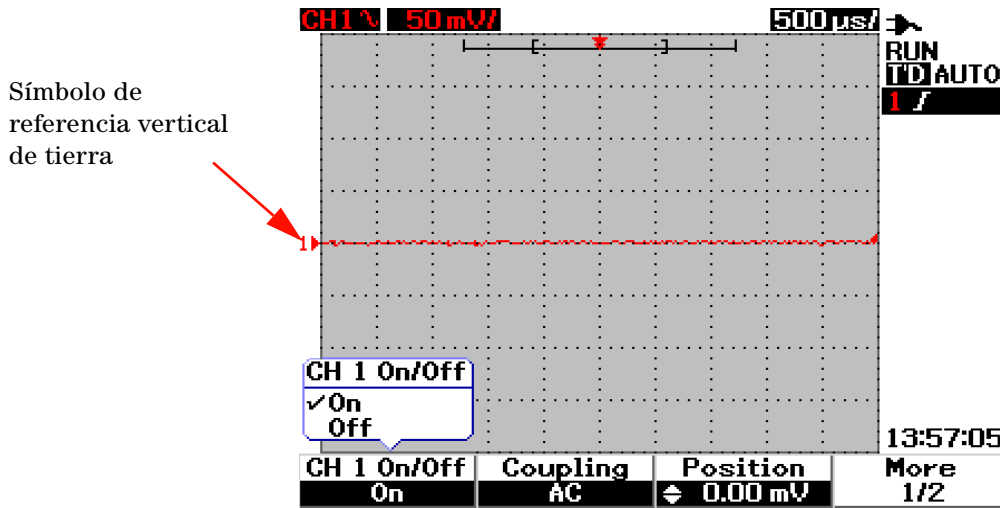

Figura 3-2 Seleccione On u Off para activar o desactivar la forma de onda
- 3 El submenú es similar para ambos canales. La Figura 3-2 muestra el submenú genérico para el canal 1. Para activar la forma de onda del canal 1 presione F1 para mostrar el menú desplegable.